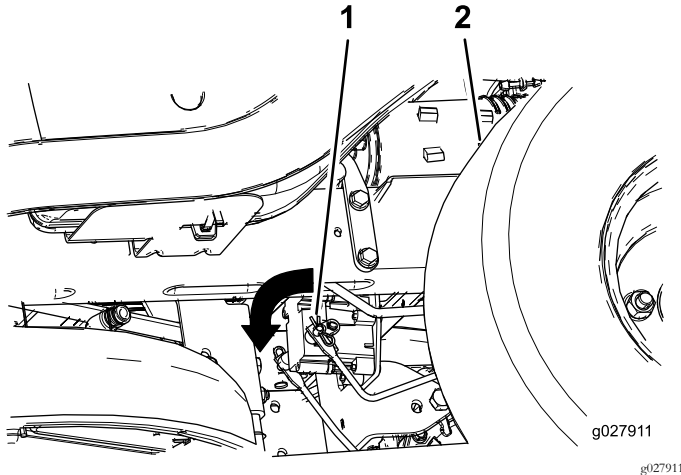

Figura 55
2. Localice el eje del freno eléctrico al que están conectados los brazos de enganche de los frenos (Figura 55).